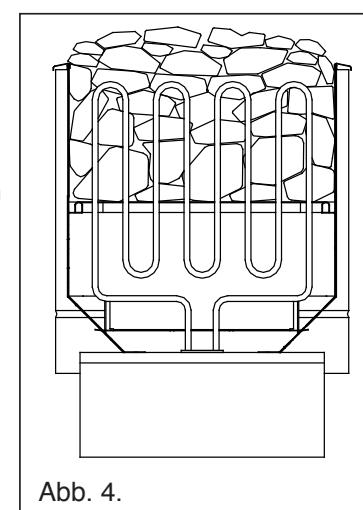

Abb. 4.
- Die Steine müssen die Heizwiderstände vollkommen bedecken (Abb. 4).